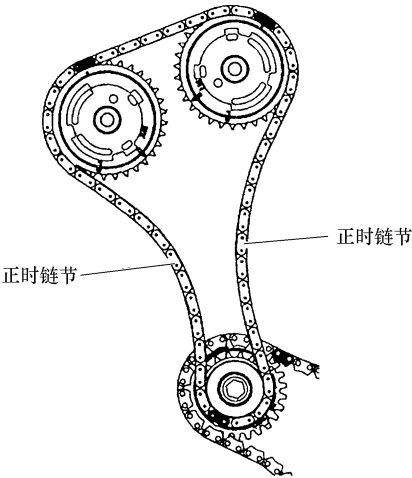

图 20-45 两个正时链节之间应有 18 个链节
- 8) 确认图 20-45 中两个正时链节之间应有 18 个链节。